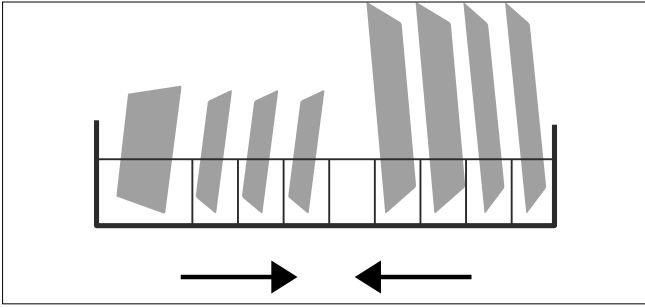

Fig. 16 – Carga de la cesta para vajilla
- ▶ Cargue la cesta para vajilla (6) según se muestra en el ejemplo de la **Fig. 16**. La flecha indica la dirección de inserción.